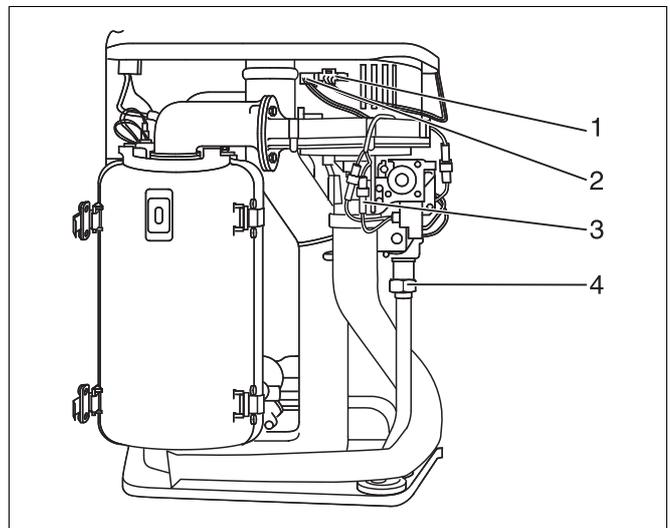

Abb. 51 Überwurfmutter lösen und Kabel abziehen
- Stecker von Stromversorgung Gebläse (Abb. 51, Pos. 1), Steuerleitung UBA am Gebläse (Abb. 51, Pos. 2) und Gasbrennerarmatur (Abb. 51, Pos. 3) lösen.
- Überwurfmutter an Gasarmatur lösen (Abb. 51, Pos. 4).